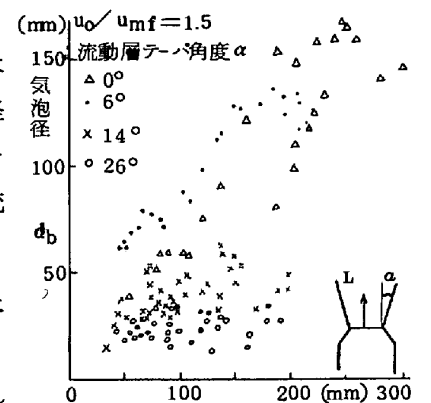

図1. 流動層の位置と気泡径
(1) 気泡の大きさと形状: 気泡の形状は扁平な楕円で、短径と長径の比は0.45~0.95の範囲にあり、位置により変化している。気泡の大きさ(長径と短径の幾何平均)が、流動層の高さ方向に変化する様子を調べた結果を図1に示す。図1には、4つの流動層テーパの結果が併記されており、流動層断面を拡大することによって、気泡の成長が抑制されることが分る。